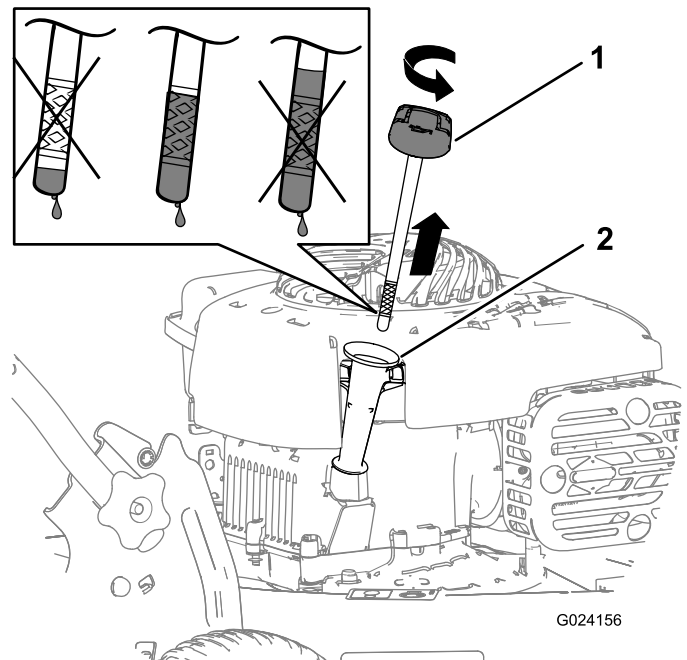

Figura 8
2. Togliete l'asta di livello (Figura 8).
5. Rimuovete l'asta di livello e controllate il livello dell'olio; fate riferimento a Figura 8.